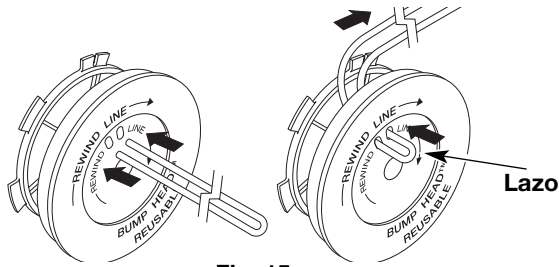

Fig. 15
6. Tome aproximadamente 6 m (20 pies) de nueva línea de corte, enlácela en dos longitudes iguales. Inserte cada extremo de la línea a través de uno de los dos orificios del carrete interior (Fig. 15). Pase la línea a través del carrete interior de modo que el lazo sea lo más pequeño posible.